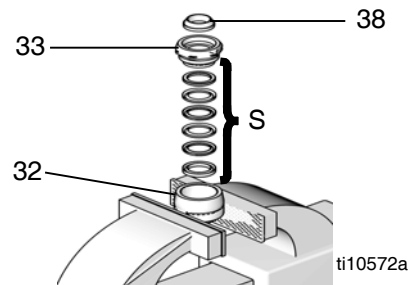

FIG. 18
1. Lubrificare le guarnizioni della valvola di aspirazione (S) e installarle nella valvola (32). Vedere: FIG. 18. Vedere le sezioni Kit di guarnizioni per la corretta configurazione delle guarnizioni della valvola di aspirazione.
2. Con il lato smussato rivolto verso l'alto, premere la guarnizione della valvola di aspirazione (38) nella rientranza del dado delle guarnizioni della valvola di aspirazione (33) finché non scatta in posizione. La protuberanza della guarnizione deve essere a livello o leggermente incassata nella parte anteriore del dado della guarnizione. Vedere: FIG. 18.
3. Collocare le parti piatte del corpo della valvola (32) in una morsa. Avvitare il dado della guarnizione (33) nel corpo della valvola serrando manualmente. Tenere da parte il gruppo involucro di aspirazione.